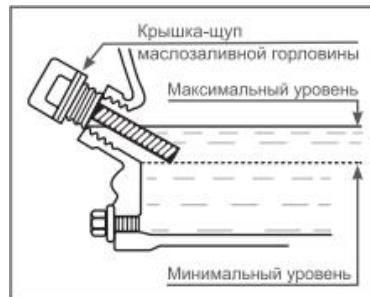

Рис. 11
2. Открутите крышку-щуп маслозаливной горловины и извлеките щуп (Рис. 11). Крышка-щуп маслозаливной горловины
2. Выкрутите крышку-щуп маслозаливной горловины и извлеките щуп (Рис. 11).